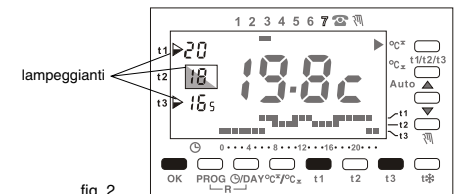

fig. 2
a) Per fissare entrambi i limiti di temperatura: premere il tasto **t1**, quindi premere il tasto **t3**; sul display si bloccano i rispettivi valori con a fianco gli indici ► lampeggianti (fig. 2).